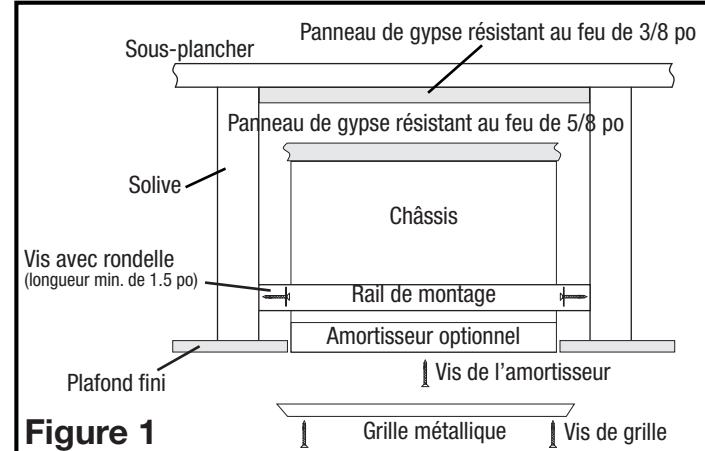

Figure 1
- Selon la certification UL et CUL de construction résistante au feu, installez un panneau de gypse d'une épaisseur minimale de 3/8 po et de 18 po de longueur de façon à ce qu'il soit centré au-dessus du ventilateur. le panneau de gypse doit couvrir la distance entre les solives, généralement de 14,5 po pour les solives des centres de 16 po (Figure 1).